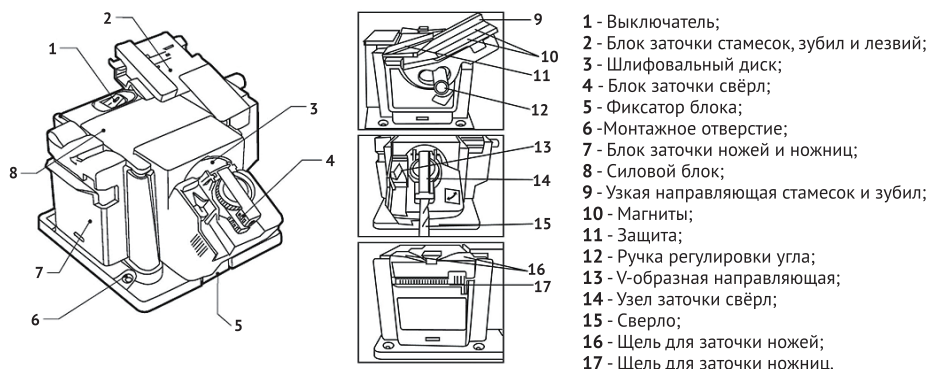
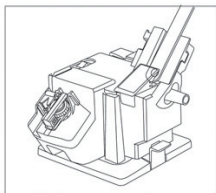
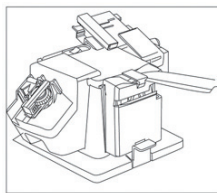

рис.1
рис.2
рис.4
Общий вид* заточного станка представлен на рис. 1
6.1.1 Установите блок заточки стамесок, зубил и лезвий 2 (рис.1) на силовой блок 8 (рис.1).
6.1.2 Положите стамеску, зубило или лезвие на суппорт для лезвий. Магниты 10 (рис.1) удерживают лезвие в нужном положении. (рис.2)
6.1.4 Для регулировки угла ослабьте ручку регулировки угла 12 (рис.1). Выберите нужный угол и затяните ручку.
6.1.5 Кромка лезвия должна касаться шлифовального круга. Включите силовой блок 8 (рис.1) с помощью выключателя 1 (рис.1), переведя его в положение «ВКЛ».
6.1.6 Двигайте суппорт с лезвиями вперёд и назад поперёк шлифовального круга 3 (рис.1) с лёгким постоянным нажимом, непрерывным движением.
6.1.8 При заточки узких лезвий, стамесок или зубил положите узкую направляющую 9 (рис.1) в качестве распорки и произведите заточку, как указано выше.
6.2.1 Установите блок заточки свёрл 4 (рис.1) на силовой блок.
6.2.3 Установите зажимное устройство со сверлом в V-образную направляющую 13 (рис.1), совмещая пазы сбоку.
6.2.7 Перемещайте V-образную направляющую в направлении шлифовального диска 3 (рис.1), затем снимите зажимное устройство со сверлом.
6.3.1 Установите блок заточки ножей и ножниц 7 (рис.1) на силовой блок.
6.3.3 Удерживая ручку ножа как можно ближе к себе (рис. 4), вставьте ближайшую к ручке часть лезвия в щель заточки ножей 16 (рис.1).
6.3.5 Установите другую сторону лезвия в противоположную щель заточки ножей 16 (рис.1) и повторите пункт 6.3.4.
6.4.4 Перемещайте одно из лезвий ножниц вдоль щели заточки ножниц 17 (рис.1).